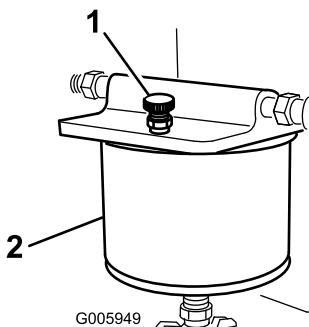

Рисунок 33
- Откройте стравливающий винт наверху топливного фильтра, чтобы стакан заполнился топливом (Рисунок 33).